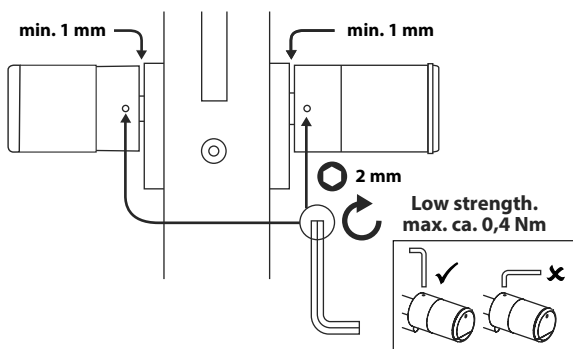

Fig. 10
- ⑦ Révissez les goujons filetés dans les deux boutons (Fig. 10).